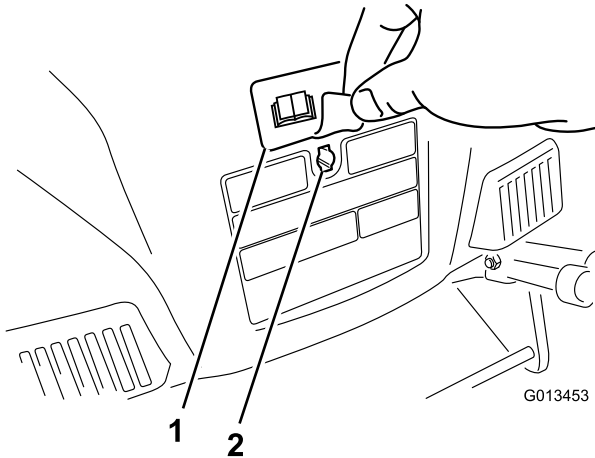

**Figure 4**
2. Insérez l'extrémité de la tige d'orientation de la goulotte dans le trou de clavette du support qui est fixé sur le haut de la partie inférieure du guidon (**Figure 4**).